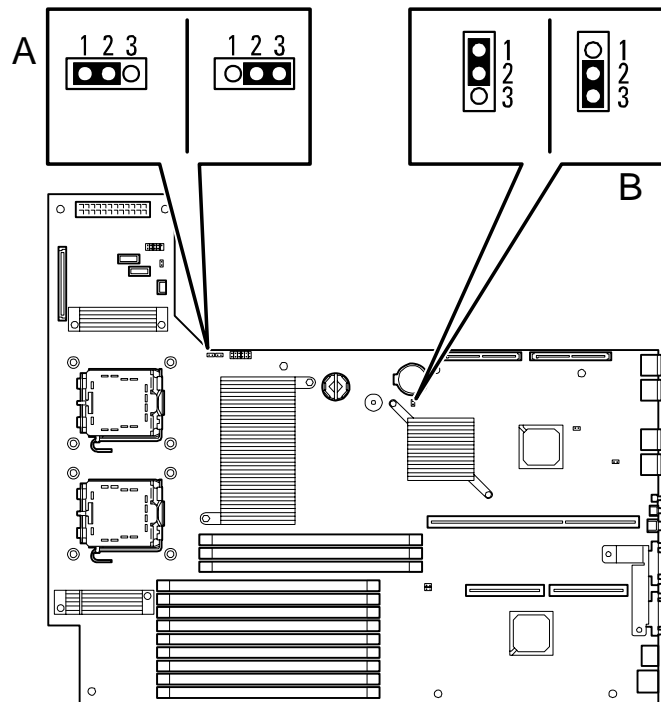

Figure 28: Cavaliers d'effacement de la CMOS et de suppression du mot de passe
3. Repérez l'emplacement des cavaliers sur la carte mère (consultez la Figure 28: page 107).